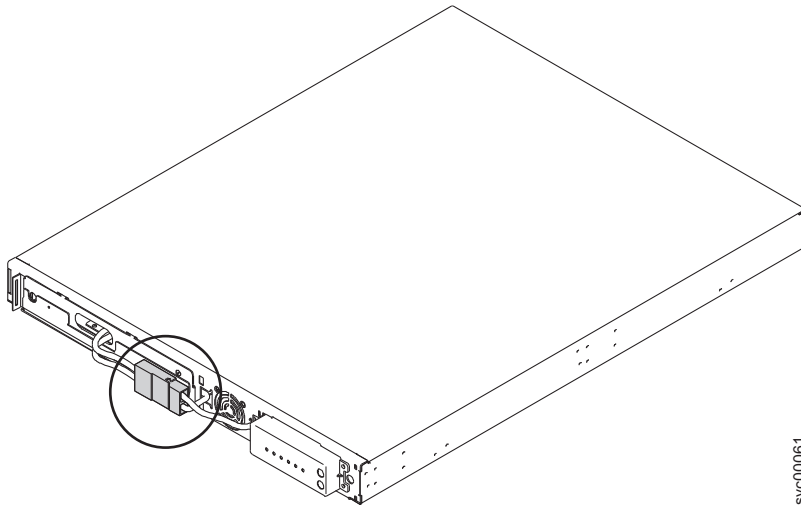

図 228. 内部バッテリー・コネクタを適所に収めた 2145 UPS-1U
7. 内部バッテリー・コネクタ (288 ページの図 228 の円内) を接続します。